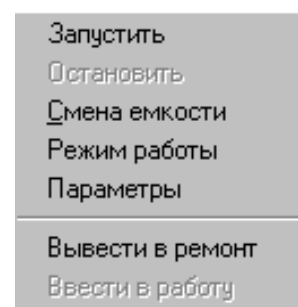

Рис. 16
3.5.3.2 Щелчком «мыши» на изображении пробоотборника вызывается его меню управления (Рис. 16):